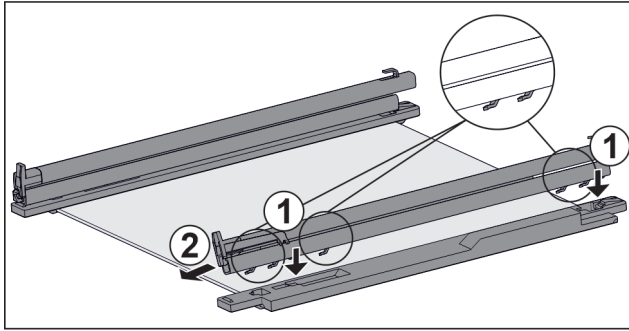

Fig. 154 Стъклена плоча с релси и задържащи части
- ▶ Поставете куките на релсата върху отворите на **лявата** задържаща част. Fig. 154 (1)
- ▶ Издърпайте релсата напред. Fig. 154 (2)
- ▶ Поставете куките на релсата върху отворите на **дясната** задържаща част. Fig. 154 (1)